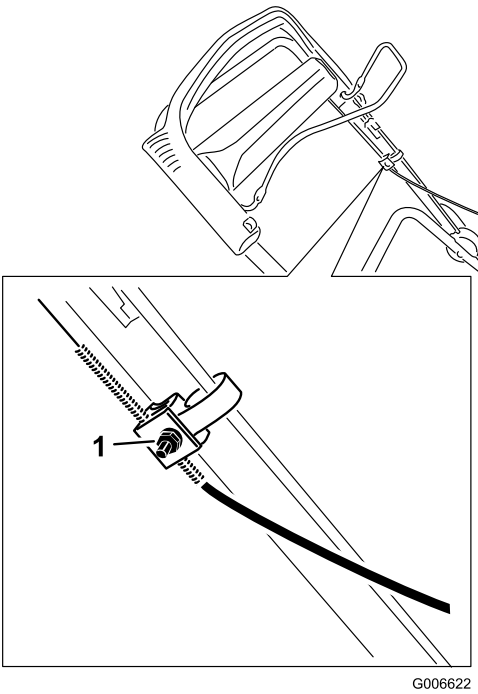

Figure 26
1. Desserrez l'écrou sur le support du câble (Figure 26).